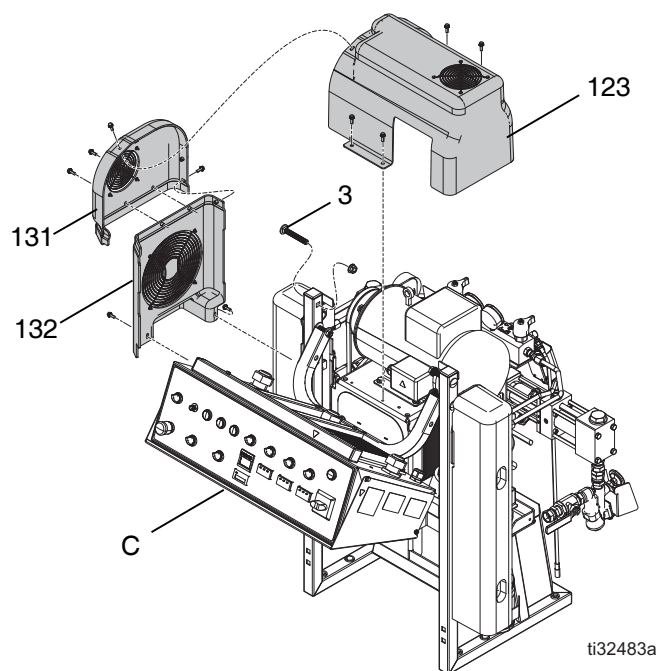
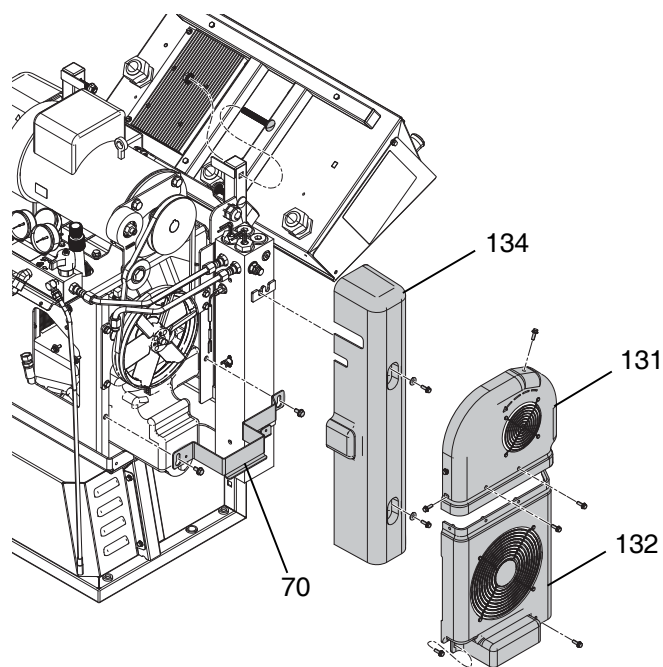

FIG. 63
FIG. 64
- Retirez le moteur et les couvercles de courroie (123, 131). Soulever le couvercle (123) et desserrer les attaches du support argent (70). Détacher le support argent (70) des attaches et le mettre de côté. Enlevez les couvercles de courroie (131, 132). Enlevez le couvercle du réchauffeur (123). Voir FIG. 63 et FIG. 64.